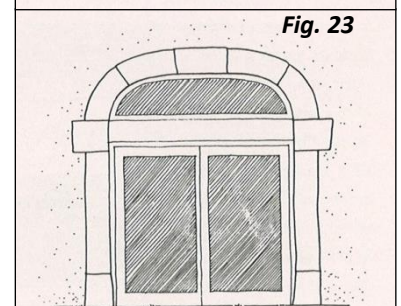

Fig. 23
- L'ouverture de la grange haute peut également devenir une **ouverture vitrée** qui amène de la lumière dans le logement (fig. 23).